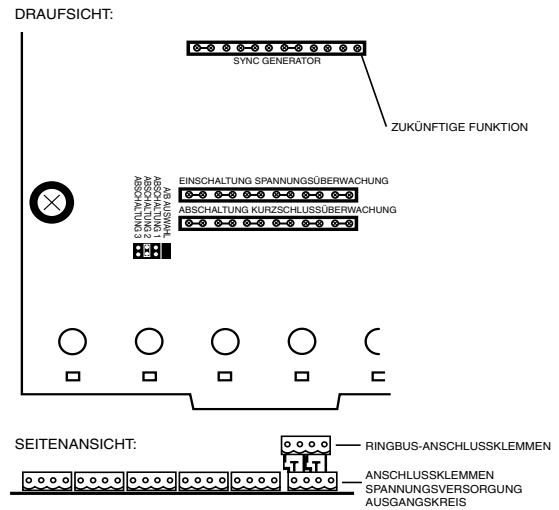

Abbildung 1
4. Die mitgelieferten Steckbrücken ermöglichen die Abschaltung von max. drei nicht benutzten Modulen (siehe Abbildung 1). Module werden von der höchsten Adresse aus absteigend abgeschaltet. Wenn zwei Module abgeschaltet werden bleiben die unteren vier Adressen aktiv und die beiden höchsten Adressen werden deaktiviert. Wird die Steckbrücke zur Adressabschaltung z.B. in Position "Zwei" gesteckt und eine Erstadresse von 28 eingestellt, so werden die anderen Adressen 28, 29, 30 und 31 zugeordnet, während die beiden höchsten Adressen abgeschaltet werden.
6. Die Überwachung der Spannungsversorgung muss eingeschaltet sein um eine Kurzschlussüberwachung zu ermöglichen. (siehe Abbildung 1). Das Modul wird mit eingeschalteter Spannungsüberwachung ausgeliefert, erkennbar an den sechs großen Steckbrücken auf den Kontakten "Einschaltung der Spannungsüberwachung".